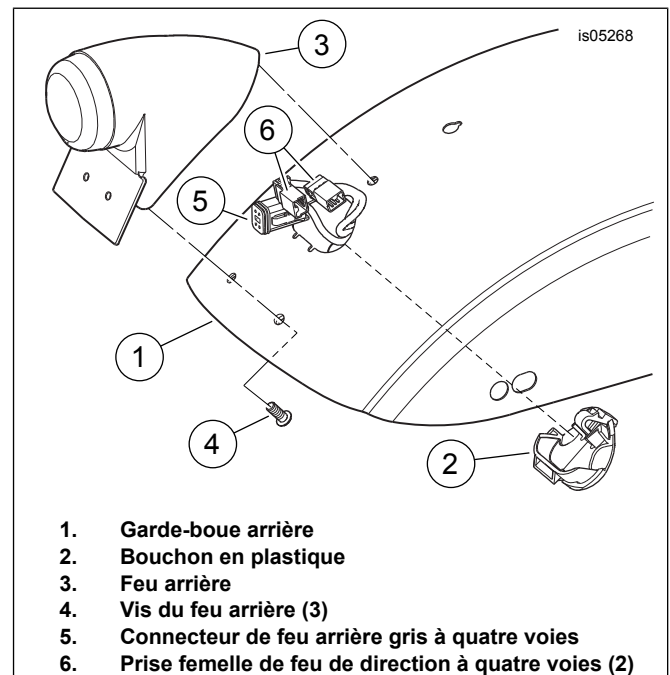

Figure 1. Connexions d'éclairage arrière
4. **Modèles des années 2009 à 2012 :** Voir Figure 1. Retirer le bouchon en plastique (2) du trou d'accès de feu arrière en dessous du garde-boue arrière (1).